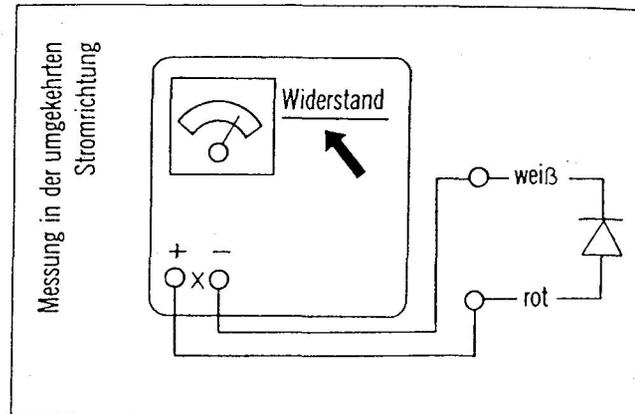

Abbildung 107
- Messung in der entgegengesetzten Richtung. Messung genauso wie unter b. beschrieben durchführen jedoch in diesem Falle die mit "X" bezeichneten Klemmen des Prüfgerätes umgekehrt Schalten: Die negative (-)-Klemme muß mit der weißen Zuleitung des Selengleichrichters verbunden sein und die positive (+)-Klemme mit der roten Leitung des Gleichrichters. Der Selengleichrichter ist in Ordnung, wenn der in umgekehrter Stromflußrichtung gemessene Widerstand über  $2000 \Omega$  beträgt. (Abbildung 107)